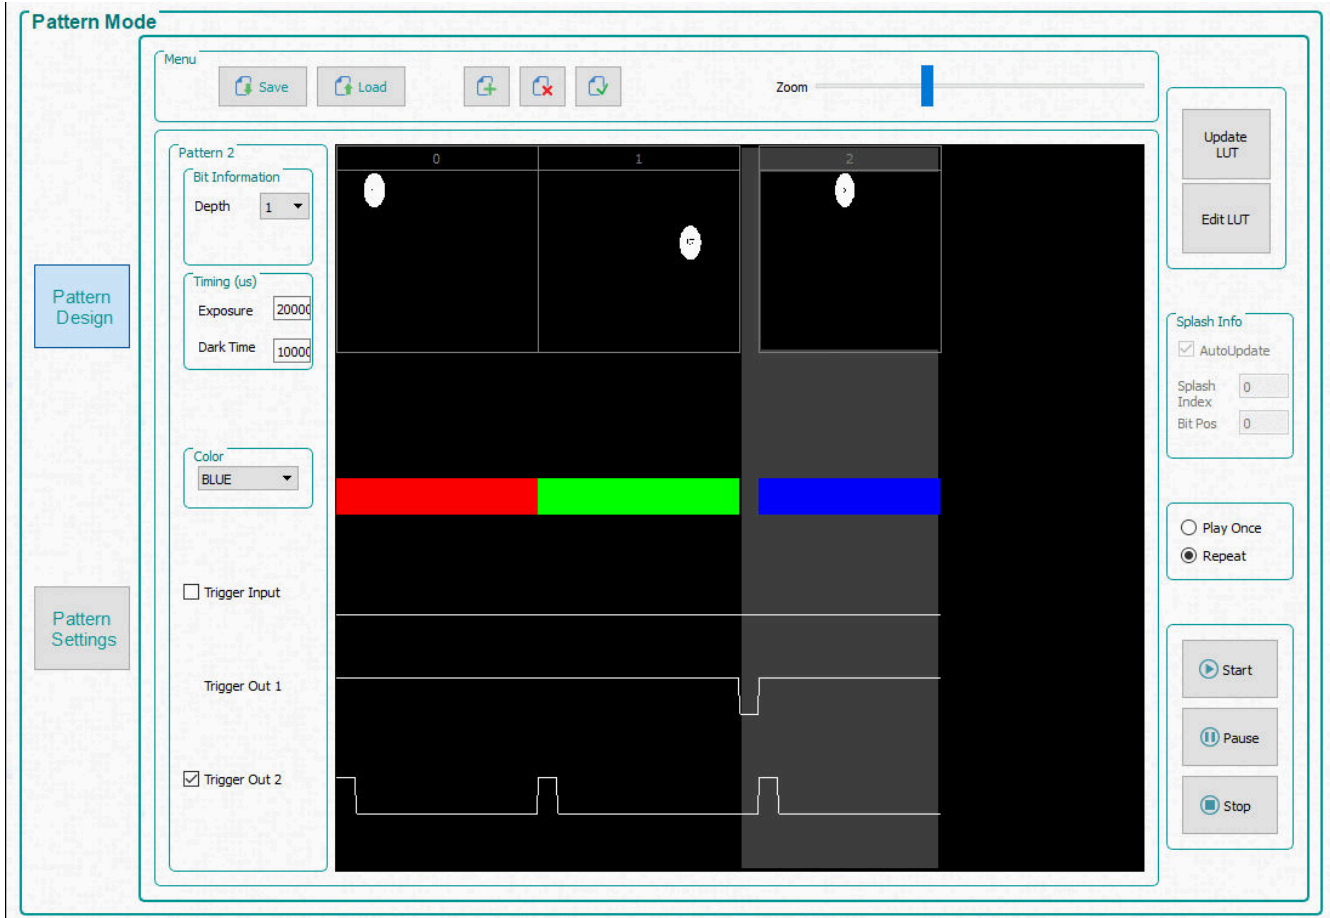

图 7-10. 包含三个图形的序列
7. 选择第三个图形，并选择位深度 1。将曝光时间设置为 200,000 μ s，将黑暗时间设置为 100,000 μ s，然后将颜色选择为 **Blue** (蓝色)。图 7-10 显示了图形序列。**Zoom** (缩放) 条可用于放大和缩小，当在面板中加载多个图形时这一功能很有用。